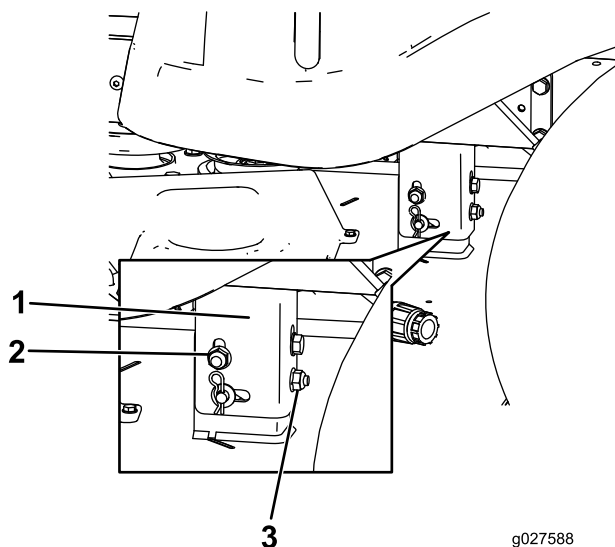

Bild 71
8. Drehen Sie die hintere Mutter, um die linke Seite des Mähwerks anzuheben oder abzusenken (Bild 71).
Hinweis: Drehen Sie die hintere Mutter nach rechts, um das Mähwerk anzuheben, oder nach links, um es abzusenken (Bild 71).